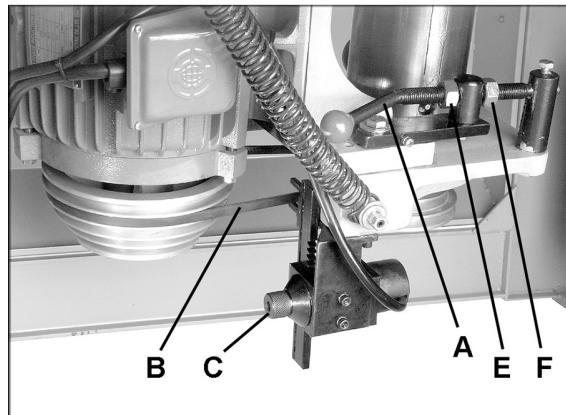

Рисунок 20
переместите рычаг натяжения ремня (A, рис. 20) вправо, чтобы ослабить натяжение.
3. Переместите ремень (B, рис. 20) в нужное положение на шкивах, и в то же время поверните ручку (C, рис. 20) на индикаторе скорости так, чтобы ремень остался на месте в вырезе механизма смены скорости.
4. Когда ремень установлен нужным образом, передвиньте рычаг натяжения (A, рис. 20) влево.
ПРИМЕЧАНИЕ: Во время первого после настройки скорости использования, ремень будет просаживаться и произойдет небольшое снижение натяжения. Для улучшения натяжения поверните две гайки (E и F – рис. 20).